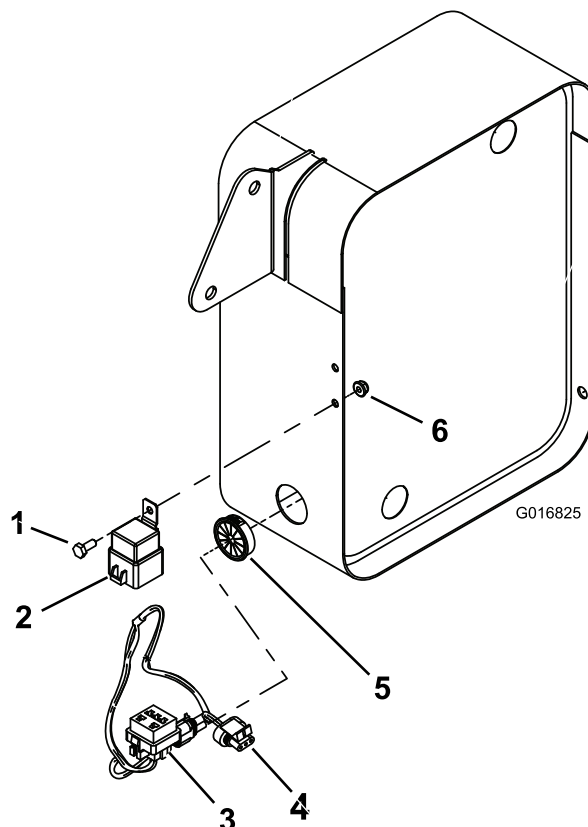

Bild 3
2. Ziehen Sie den Jumper vom Ende des Kabelbaums ab und befestigen Sie das Relais mit einer Sechskantschraube (1/4 x 5/8") und einer Sechskantbundmutter (1/4") an der Seite der Ölkühlerstütze (Bild 3).
3. Setzen Sie die Büchse in die Öffnung unten im Ölkühler ein (Bild 3).